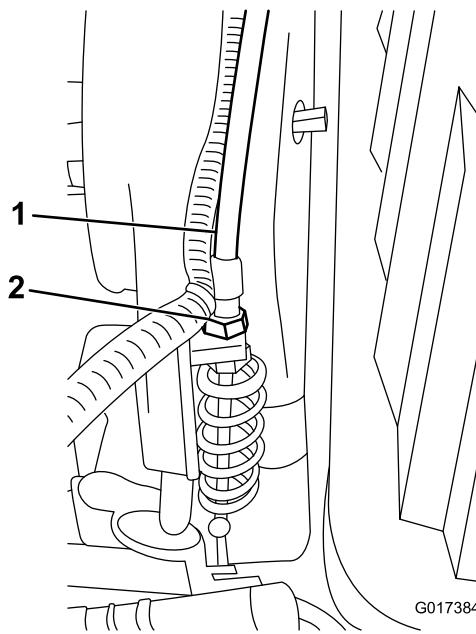

図 51
3. トランスミッションのバルクヘッド部で、リールコントロールのケーブル図51を調整するスプリングの長さが70.672.4mmになるように調整する。